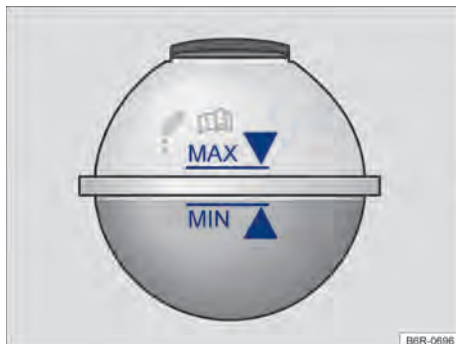

Fig. 132 No compartimento do motor: marcação no reservatório de expansão do líquido de arrefecimento do motor.
- O reservatório do líquido de arrefecimento do motor é reconhecido pelo símbolo  na tampa $\Rightarrow$ Fig. 132.
- Com o motor frio, verificar o nível do líquido de arrefecimento do motor pela marcação lateral do reservatório $\Rightarrow$ Fig. 132.
- O nível do líquido de arrefecimento do motor deve permanecer dentro da marcação do reservatório $\Rightarrow$ Fig. 132. **Não completar acima da marca "MAX"** $\Rightarrow$ .
- Completar com líquido de arrefecimento do motor somente até a marca “MAX” ⇒ Fig. 132. Caso contrário, ao aquecer-se, o líquido excedente será expulso do sistema de arrefecimento do motor e poderá causar danos.